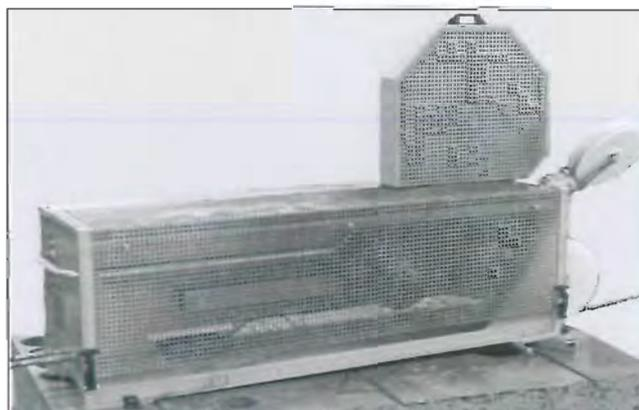

Рис. 5.3 CSA • 1000 H / CSA • 1001 H канатный автомат закреплен на дюбеля
3. Просверлите (4) отверстия под дюбеля для крепления на доп. анкерные дюбеля и накладки. Надежно закрепите автомат на дюбеля (Рис. 5.3)